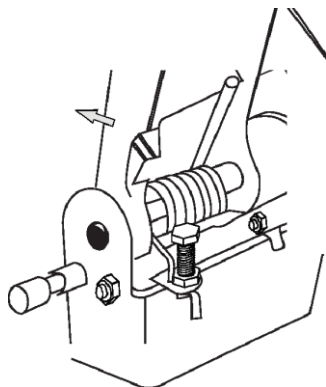

Fig 12
1. Abaissez le bras pivotant aussi loin que possible. (Fig 12)